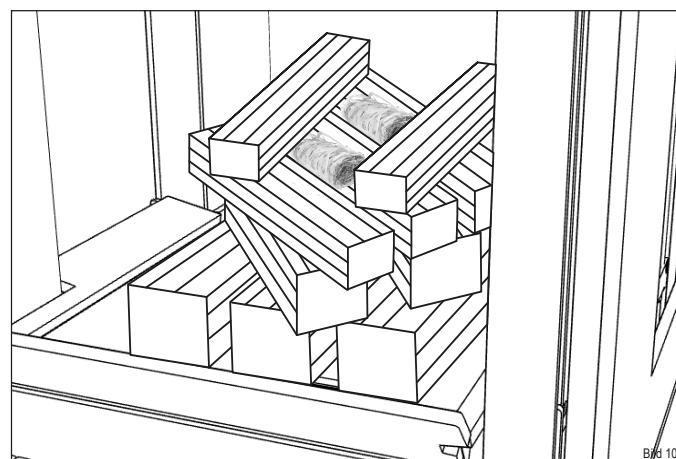

Bild 10
- Platzieren Sie die Holzscheite mittig auf dem Gußrost im Feuerraum (Bild 10):
- die ersten 3 (1) in Längsrichtung zur Feuerraumscheibe
- die nächsten 2 (1) quer darüber
- die nächsten 3 (2) längs darüber
- die nächsten 2 (2) quer darüber
- die Anzündhilfe (3) mittig zwischen die oberen Holzscheite